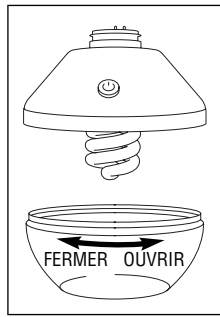

Fig. 5
2. Tournez le globe du luminaire en sens horaire pour l'enlever. (Fig. 5)